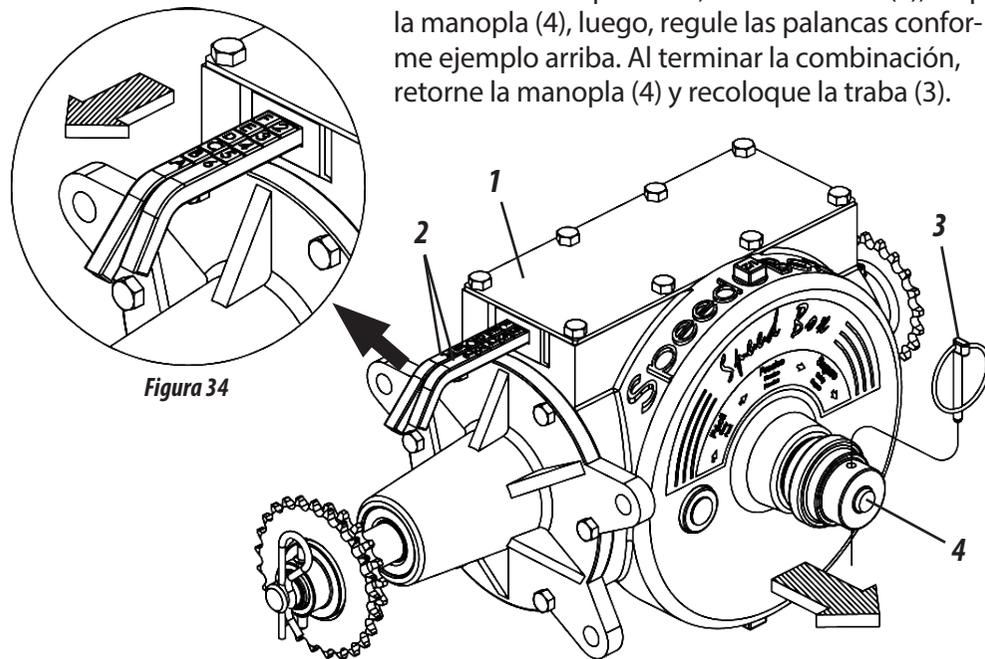

Figura 34
SPEED BOX (FIGURA 34)
1- Seleccione la cantidad deseada en las tablas y verifique la combinación correspondiente en las palancas (2). **Ejemplo:** Posición F2 en la tabla, indica que la palanca con letras debe estar en la posición "F" y la palanca con números debe estar en la posición "2", **conforme muestra la figura 34.**